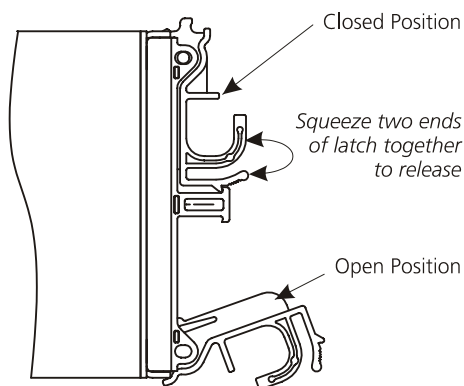

Abbildung 2-11 Controller-Modul Verriegelungsfunktionsweise
- 2 Stellen Sie den Riegel in Auf-Position ein (siehe Abbildung 2-11) und schieben dann das Controller-Modul in den Einschuss ein, bis der Riegel automatisch einrastet.